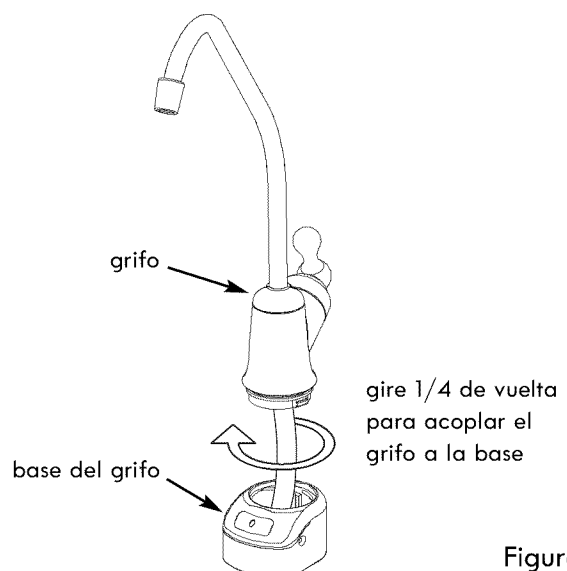

Figura 7
1. Apoye el grifo sobre la base. Vea la Figura 7.